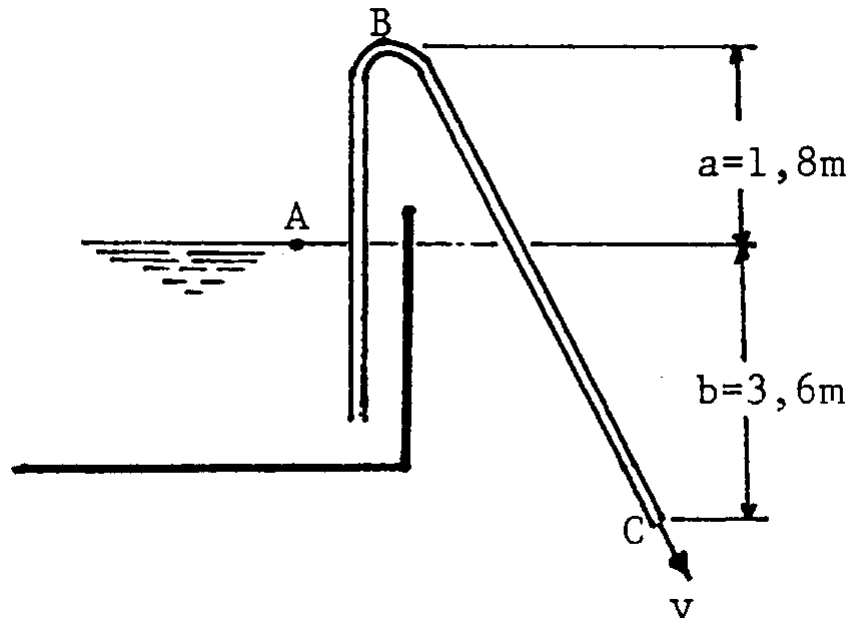

Figura P3.24
3.24 Considere a figura P3.24 que representa um sifão com um diâmetro de 75 mm sendo a pressão da atmosfera equivalente a 10 m de coluna de água (m.c.a.). Calcule a velocidade da água à saída do sifão e a pressão absoluta em B.